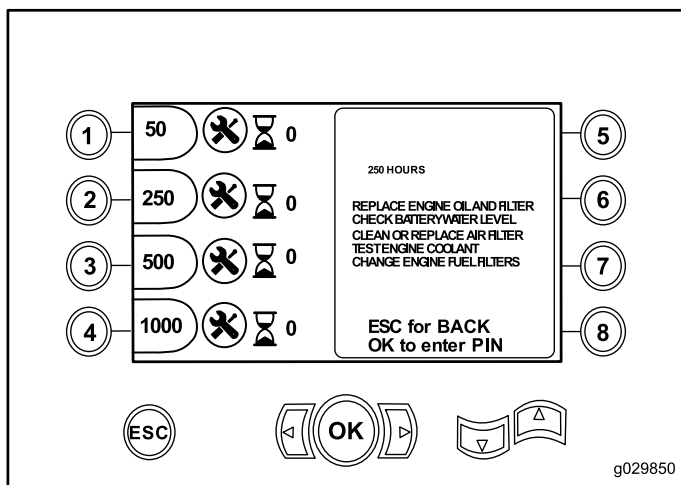

Bild 12
- Taste 2: Wartungsplan mit 250 Stunden (Bild 12)